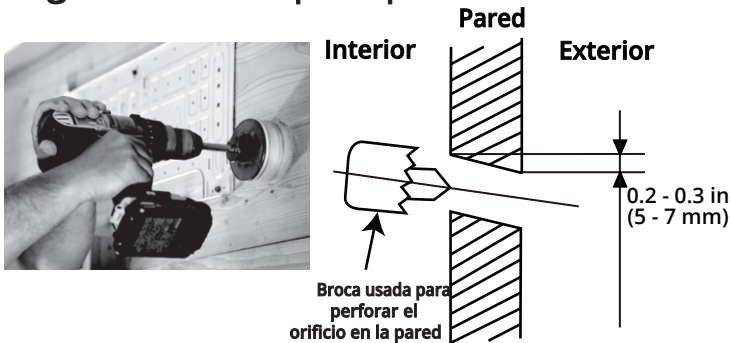

Fig. 5.3
2. Con una broca sacanúcleos de 90 mm (3,54 pulg.) de diámetro, perforo un orificio en la pared con un ligero ángulo hacia abajo, de modo que el extremo interior del orificio quede más alto que el extremo exterior, en aproximadamente 0,2 pulg. 0,275 pulgadas (5 mm a 7 mm). Esto asegurará un drenaje adecuado del agua de la unidad interior (vea la Fig. 5.3).